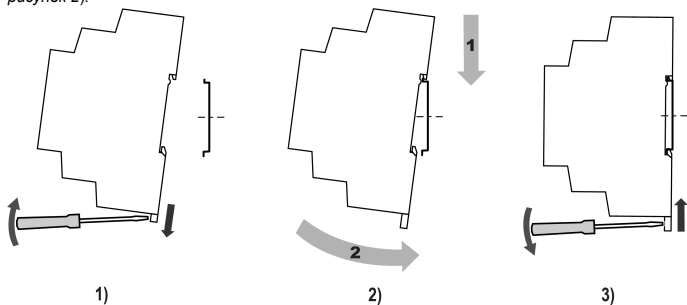

Рисунок 1 – Установка прибора
2. Установить прибор на DIN-рейку в соответствии с направлением стрелки 1 (рисунок 1, 2);
3. Вставив отвертку в проушину, оттянуть защелку (рисунок 1, 1).
4. Прижать прибор к DIN-рейке в направлении, показанном стрелкой 2. Зафиксировать защелку (см. рисунок 1, 3).